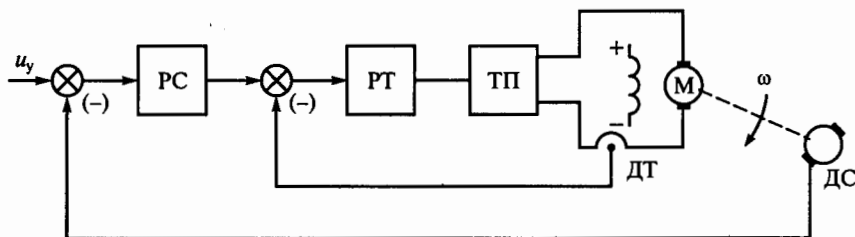

Рис. 265
**12.5.** На рис. 265 приведена функциональная схема системы подчиненного управления скоростью  $\omega$  двигателя постоянного тока. Эта система содержит регулятор скорости (РС) и регулятор тока (РТ), включенные последовательно в прямой канал системы. При этом выходной сигнал РС является заданием для РТ. Выходной сиг-